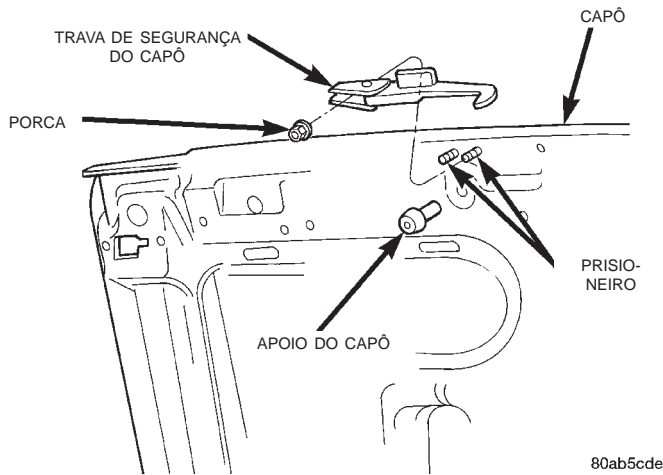

Fig. 7 Trava de Segurança do Capô
- (1) Levante o capô e calce-o.
- (2) Remova as porcas que prendem a trava de segurança ao painel interno do capô (Fig. 7).
- (3) Separe a trava de segurança do capô.